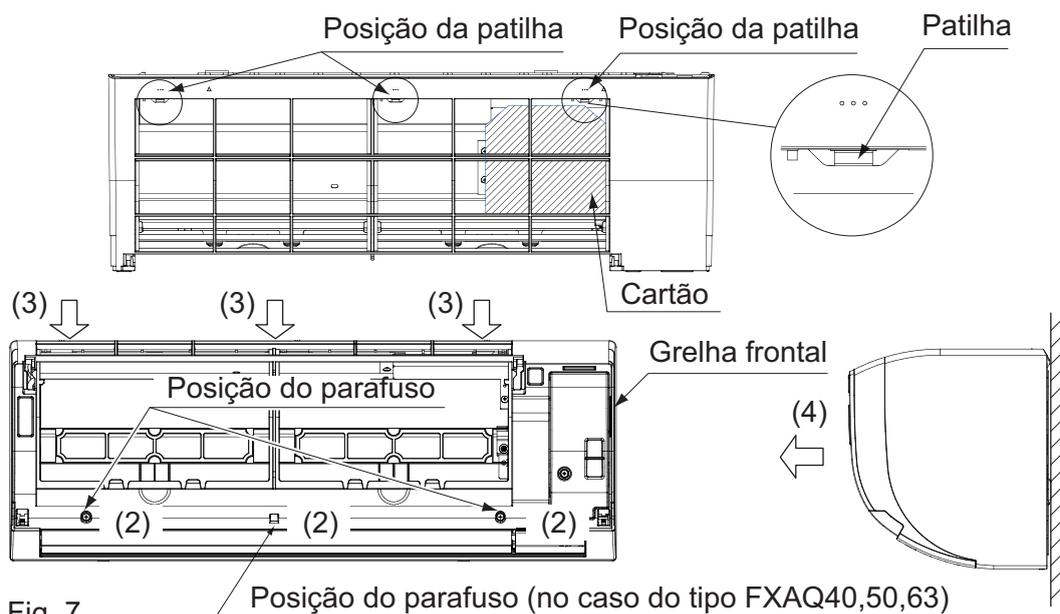

Fig. 7
- Retire a grelha frontal. (Consulte a Fig. 7)
- Agora, retire o material de amortecimento colocado no passo (6).